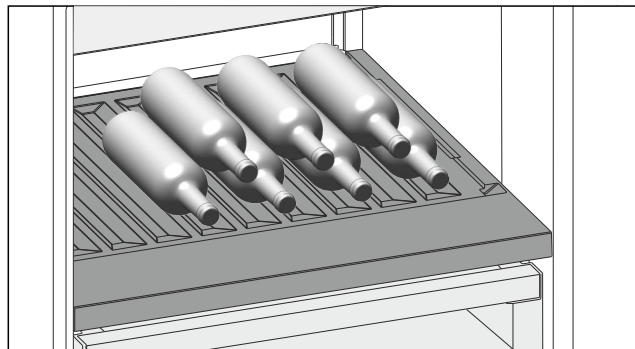

Fig. 166 Représentation à titre d'exemple
- Placer les bouteilles avec le fond orienté vers la paroi arrière de l'appareil. (voir Fig. 166)